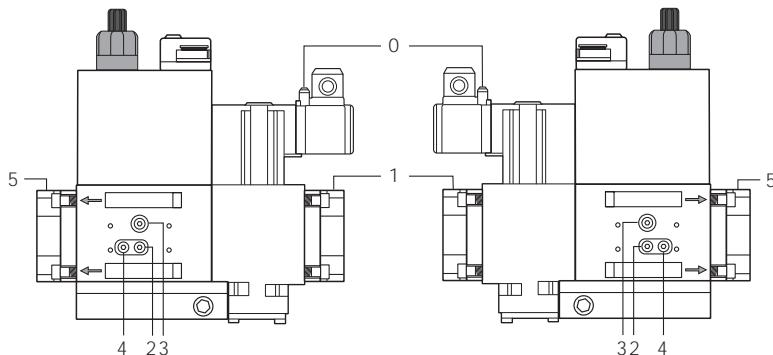
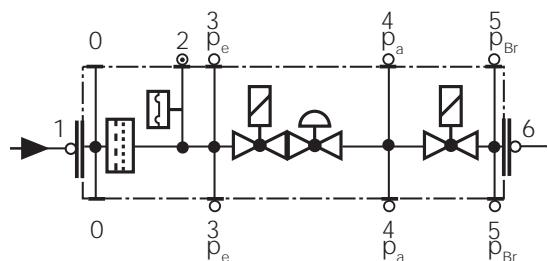

Fig. 34
Fig. 35
- Schimbati filtrul daca diferența de presiune intre prizele 1 si 2 (Fig. 34-Fig. 35) este $\Delta p > 10$ mbar.
- Schimbati filtrul daca diferența de presiune intre prizele 1 si 2 (Fig. 34-Fig. 35) este de doua ori mai mare comparata cu cea de la ultima verificare .